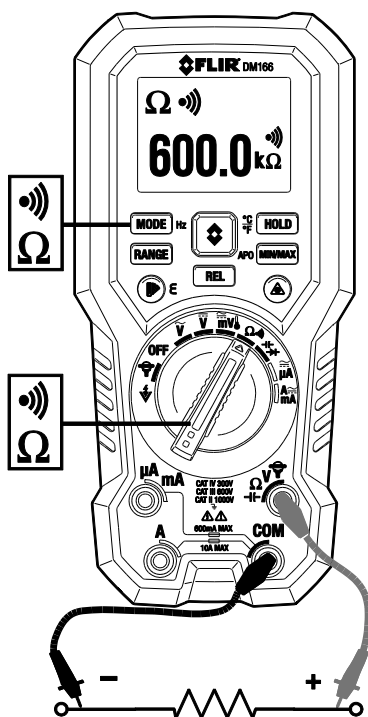

Fig. 6-4 Mätning av motstånd och ledningskontinuitet
1. Se **fig. 6-4**. Vrid funktionsvredet till motståndsläget.
1. Se **fig. 6-4**. Vrid funktionsvredet till läget för mätning av ledningskontinuitet.